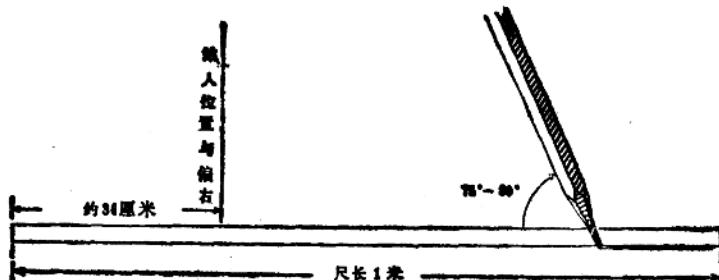

图 1-6
(3) 铅笔的使用方法：用铅笔沿尺边绘直线时，要使铅芯与尺边在同一垂直平面内，笔杆对纸面保持约75°角，自左向右绘画，绘较长直线时站位要偏右，保持起始握笔姿势，见图1-6。要防止铅芯的转动，尤其是铲形铅芯更不应转动。用铅笔绘曲线时，手指转动要圆滑，用力要轻匀，并经常削修铅笔保持笔尖锋锐，画线方能粗细一致和减少绘图误差的发生。